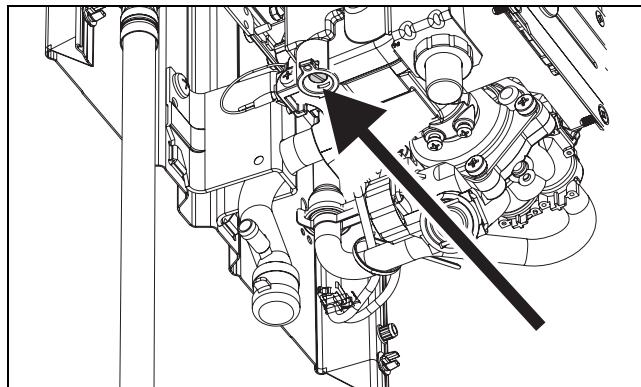

Fig. 13 Șurub de reglare pentru debit maxim de gaz
- ▶ Se desface garnitura de pe șurub (fig. 13).